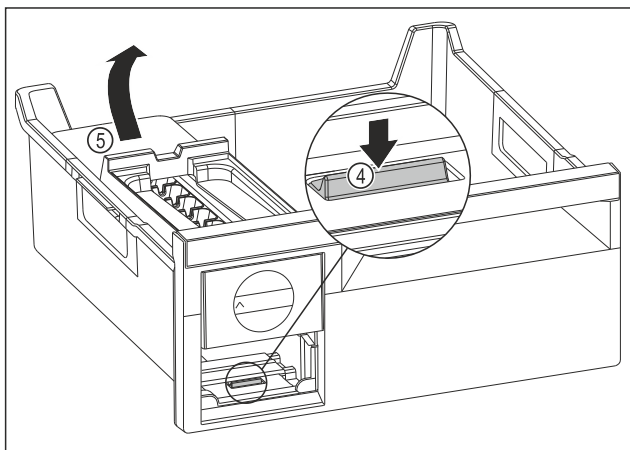

Fig. 143
- Odstranjevanje glavnega dela EasyTwist-Ice: Spono Fig. 143 (4) s prstom potisnite navzdol in hkrati z drugo roko glavni del EasyTwist-Ice Fig. 143 (5) od zadaj dvignite.